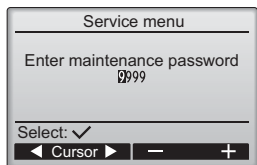

Fig. 6-2
① Выберите в Главном меню пункт "Service" (Сервисное обслуживание) и нажмите кнопку
② После выбора Сервисного меню появится окно ввода пароля. (Fig. 6-2)